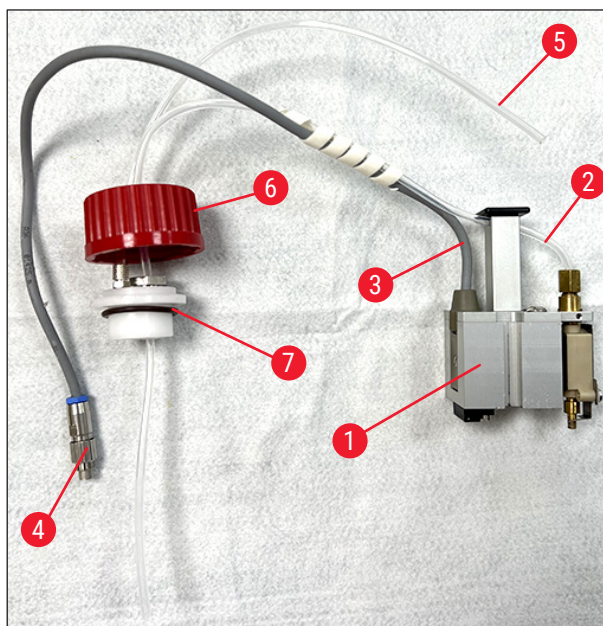

Fig. 13
1. Despachetați grupul de dozatoare (→ Fig. 13).